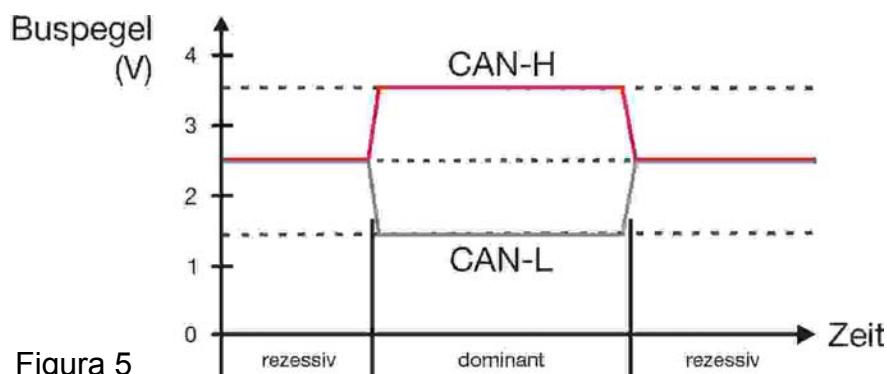

Figura 5
- Os dois sinais são reflexo um do outro (figura 5).